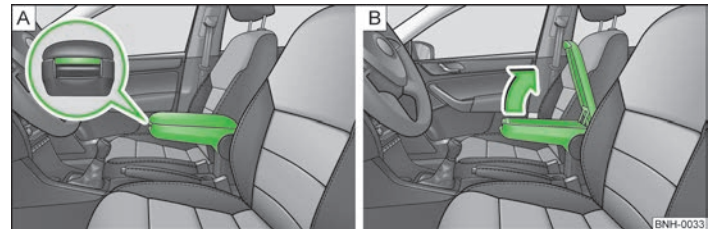

Abb. 33 Armlehne / Ablagefach öffnen
- › Die Taste im vorderen Bereich der Armlehne drücken » Abb. 33 - .
- › Den Deckel des Ablagefachs nach oben klappen » Abb. 33 - .